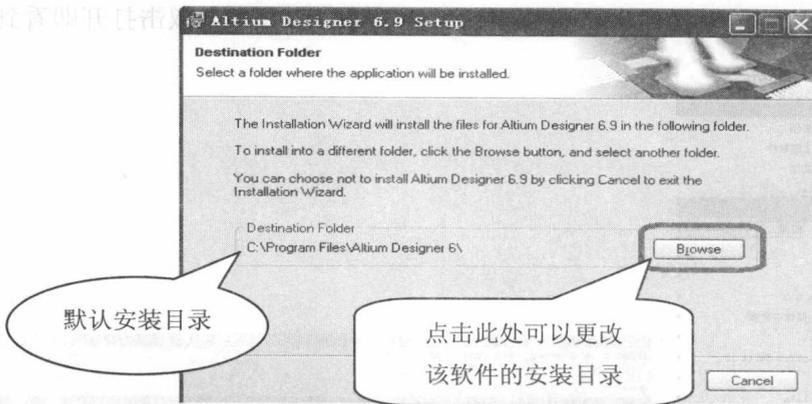

图 1-6 安装目录
(3) 按照上述步骤操作后界面如图 1-6 所示(本次安装在默认目录下), 设置好后点击【Next】继续安装。